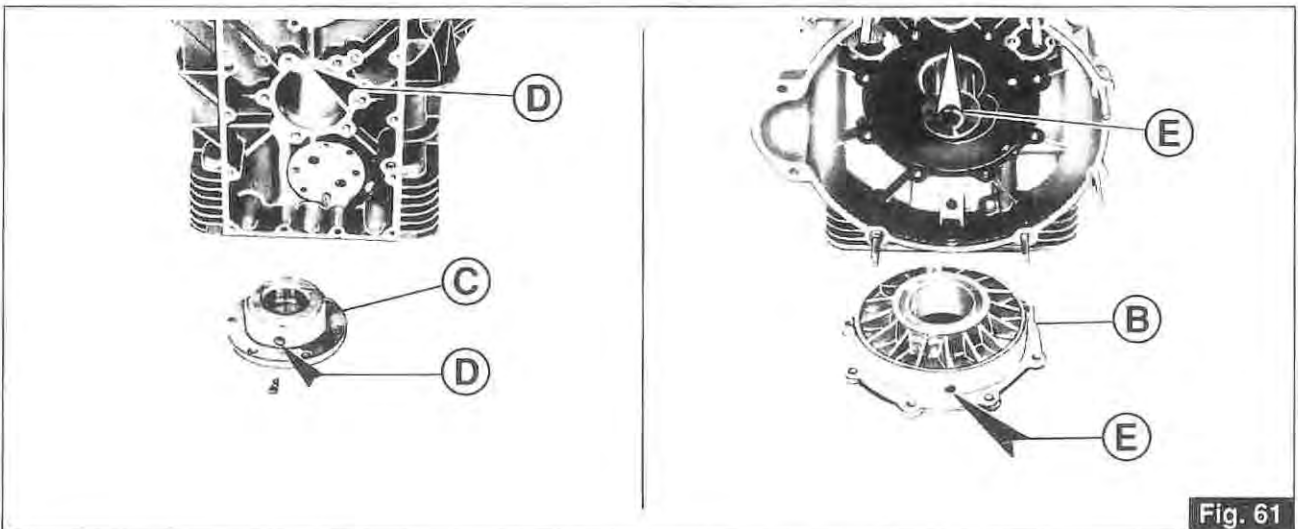

Fig. 61
Nel montare le flange «B» e «C» sul basamento rispettare la posizione di montaggio dei fori «D» ed «E» (Fig. 61).
- When fitting flanges «B» and «C» on the crankcase, observe the assembly position of holes «D» and «E» (Fig. 61).